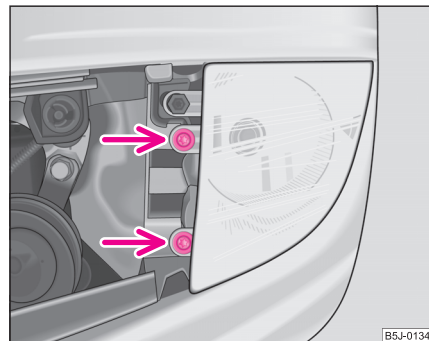

Fig. 174 Demontarea becului farului de ceață
- Desfaceți șuruburile ⇒ fig. 174 și scoateți farul de ceață. ►
- Înșurubați șuruburile ⇒ pagina 244, fig. 174 și montați grila ⇒ pagina 234. ■